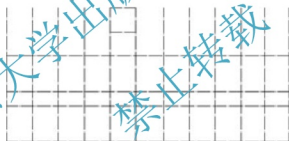

图 2.30 修剪⑥轴线右侧的⑥、⑦轴线
(2) 按 **Enter** 键重复执行 **【修剪】** 命令,以⑥轴线为边界将⑥、⑦轴线位于⑥轴线右边的部分剪掉,结果如图 2.30 所示。